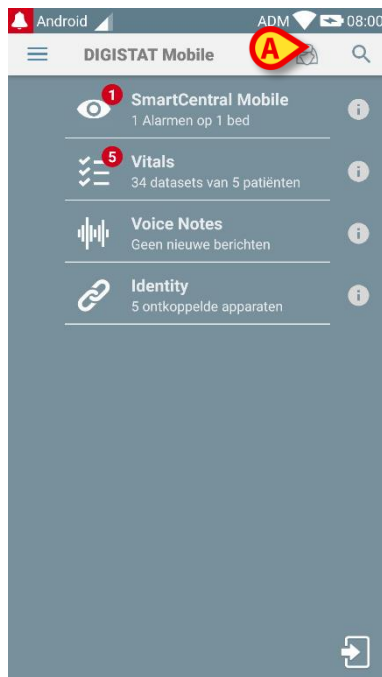

Fig 43
- op de  icoon (Fig 43 **A**) drukken.